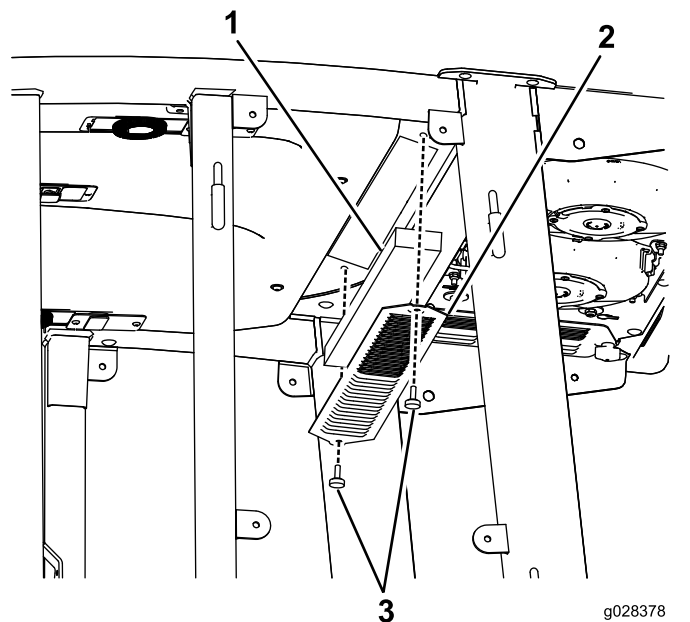
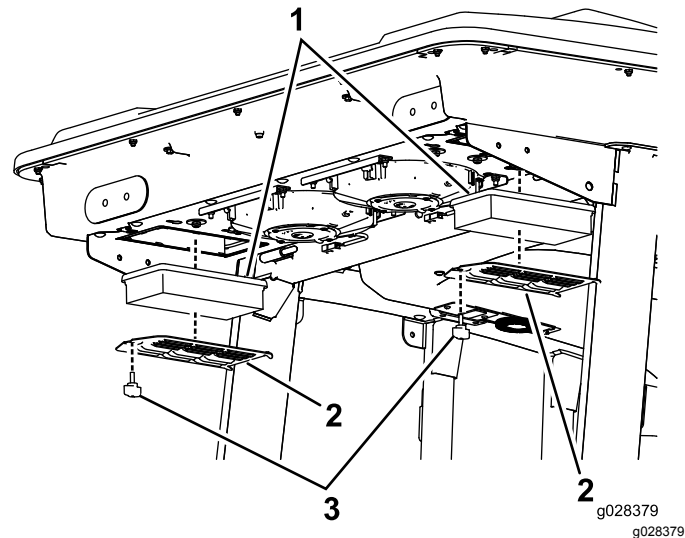
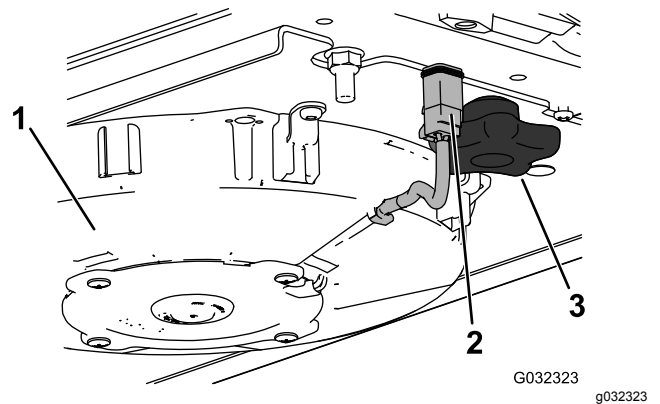
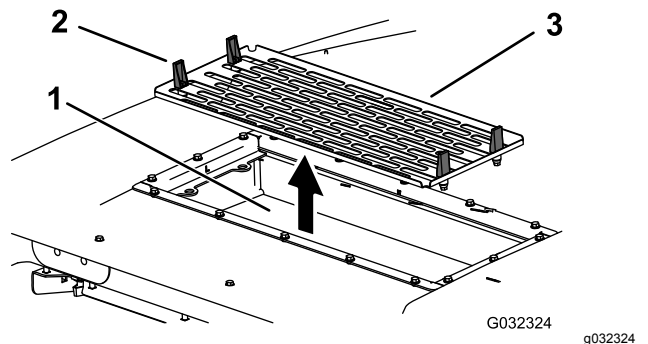

Figura 92
Figura 93
Figura 95
Figura 96
1. Retire los tornillos y las rejillas que cubren el filtro interior y el trasero de la cabina (**Figura 92** y **Figura 93**).
4. Retire los filtros de aire (consulte Figura 93).
6. Instale los filtros de aire, la rejilla y el conjunto del ventilador (Figura 93, Figura 95 y Figura 96).
7. Conecte el cable de cada ventilador (Figura 95).